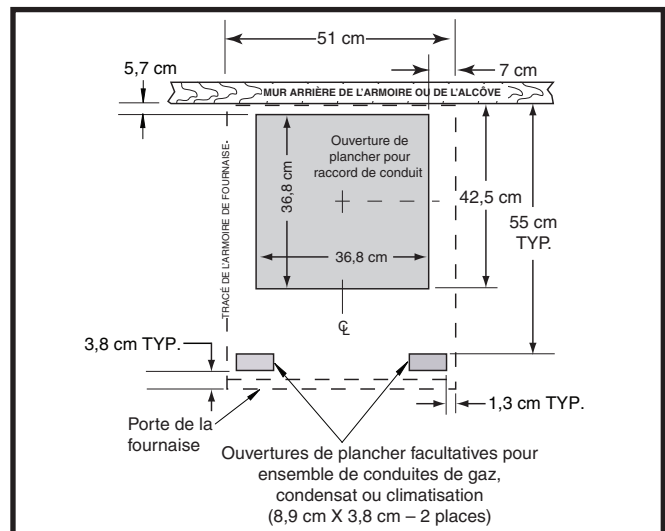
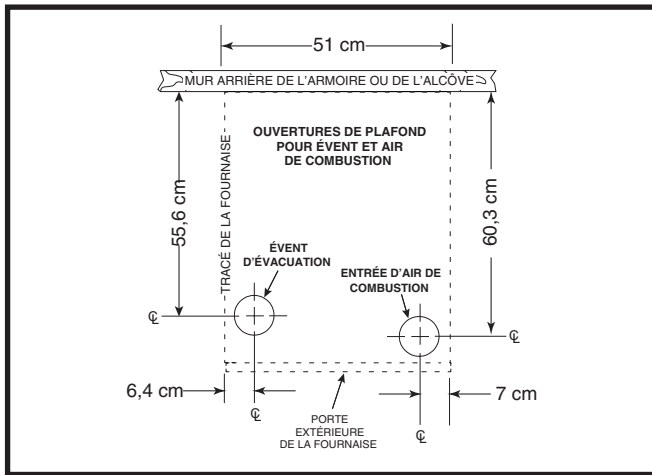

Figure 9. Dimensions de l'ouverture de plancher
Figure 10. Dimensions de l'ouverture de plafond
Pour positionner les conduites standard, consultez la Figure 9. Pour les conduits circulaires, consultez la Figure 10 \(page 15\).
- Mesurez à partir du mur arrière ou de l'alcôve et marquez la ligne centrale du trou dans le plancher. En utilisant la ligne centrale comme point de départ, tracez le reste du trou pour les conduits en fonction des dimensions montrées à la Figure 9.
- Mesurez et percez un trou de gaz et une ouverture pour le serpentin de refroidissement (s'il y a lieu). Voyez la Figure 9 et la Figure 10.
Les ouvertures dans le plafond et le toit doivent être positionnées soigneusement pour prévenir les erreurs d'alignement entre la fournaise, les conduits d'air de combustion et les conduits d'évacuation. Voyez la Figure 10.
- En utilisant les lignes centrales comme point de départ, tracez le reste du trou pour les conduits en fonction des dimensions montrées à la Figure 10.